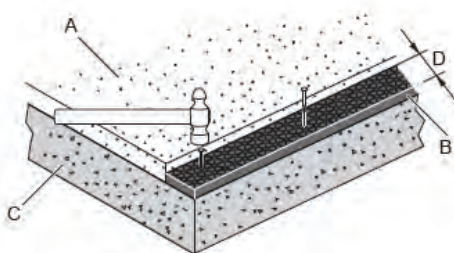

Bild 18: Fixera gummifixeringen.
1. Placera den 200 mm breda (D i Bild 18) gummifixeringen (B i Bild 18) vid bakkanten av båset.
2. Lägga den första gummifixeringsremsan längs med skummadrassen (A i Bild 18).